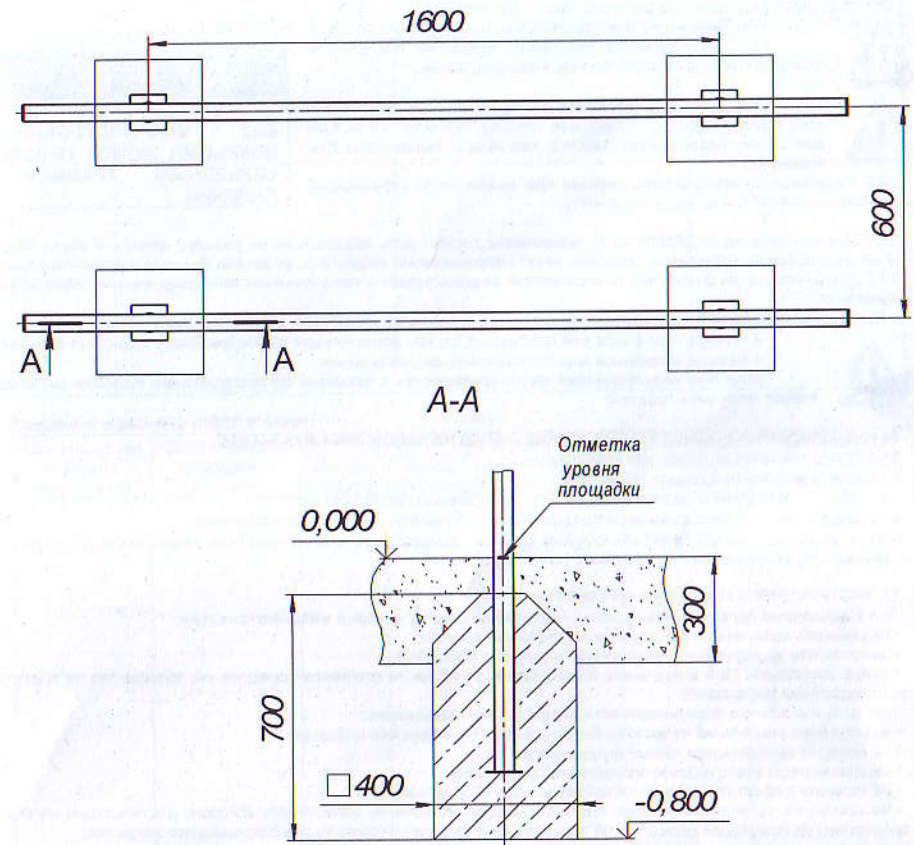

Рис. 3.
12.3.2. Подготовить фундаментные ямы согласно рис.3, глубиной 800 мм.
12.3.3. Установить в прямки стойки и выровнять согласно рис.3.
12.3.5. Выставить оборудование по уровню и забетонировать (рис. 3).